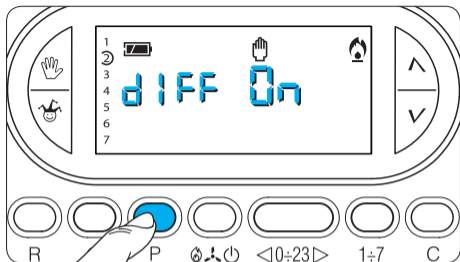

Fig. 61
18.3- Premere tre volte il pulsante **P** (fig. 61).
19.3- Premere tre volte il pulsante **P** (fig. 61).